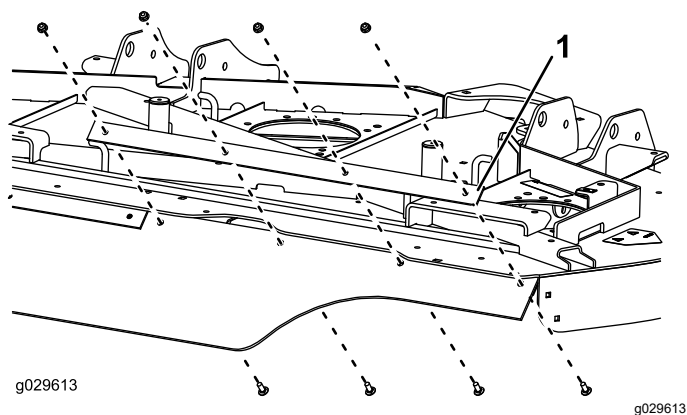

図 11
5. デフレクタの左側四角い側とサポートストラップを、右側チェンバに取り付けるキャリッジボルト5/16 x 7/8 インチ 4本とナット5/16 インチ4個を使用して 図 11 のように取り付ける。